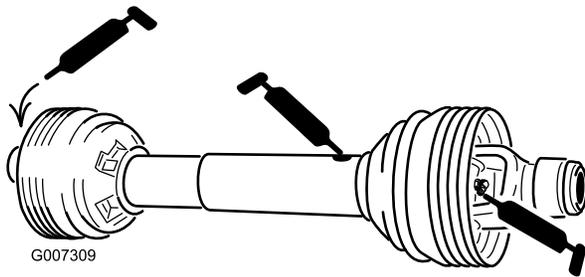

Figura 43
Árbol de la TDF (3) (Figura 43)